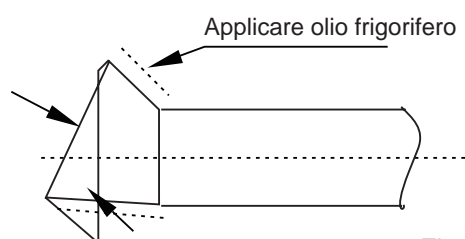

Fig. 4.3
- ♦ Prima di avvitare il dado svasato, applicare olio frigorifero sulla superficie esterna della svasatura del tubo e sulla superficie conica del dado di collegamento. Avvitare il dado per 3-4 volte (vedi Fig. 4.3).